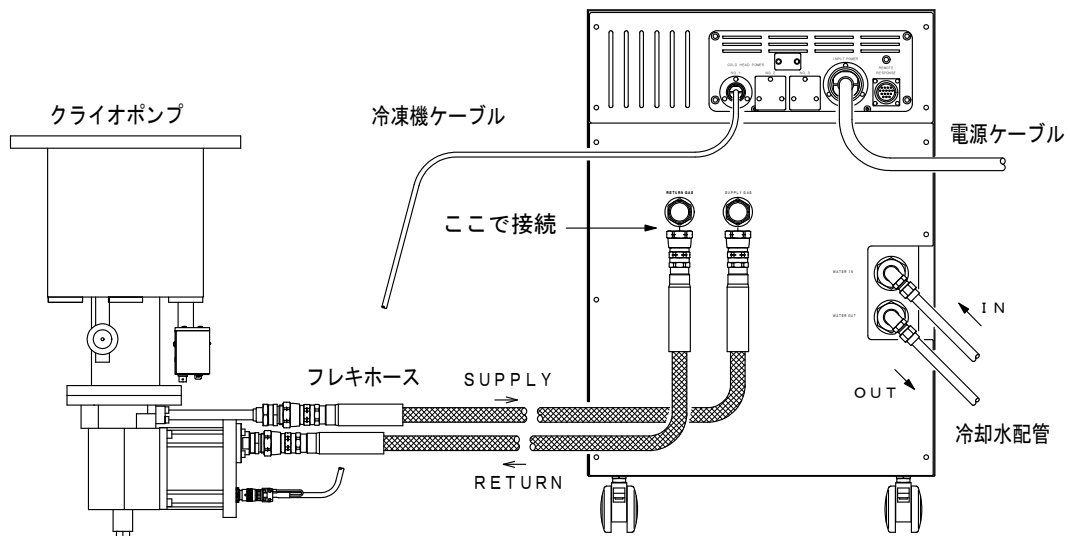

図 8-6 フレキシホースの接続
11. SUPPLY、RETURNのフレキホースを再びコンプレッサユニットに接続してください(図8-6)。接続前にセルフシールカップリングの平ゴムガスケットが外れたり、ねじれたりしていないことを必ず確認してください。